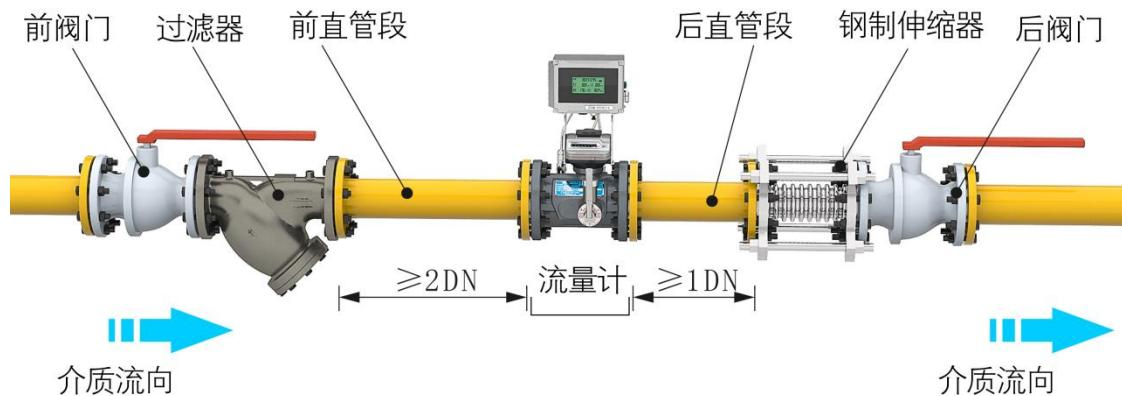

图 5: 流量计水平安装示意图
1. 水平安装 (见图 5: 流量计水平安装示意图) : 建议在流量计后直管段后安装钢制伸缩器 (补偿仪) , 伸缩器需符合管道设计的公称通径和公称压力要求; 管道设备配置按图 5 所示, 建议并联一路作为备用计量管道, 便于维修且不影响流体正常运送